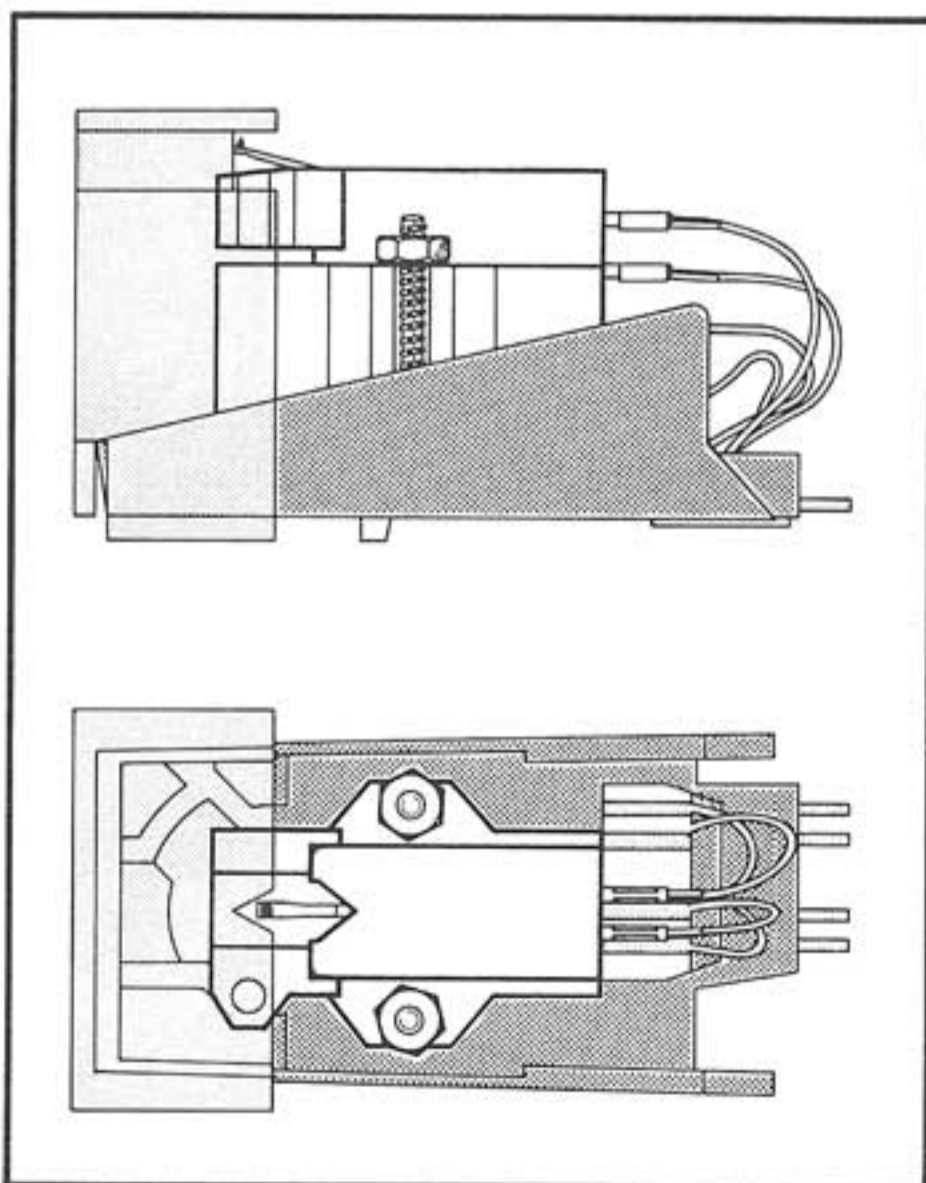

Fig. 12
2. Fixez la cellule sur son support en vous servant des accessoires et du gabarit joints à la tête de lecture TK 14 et à la cellule. Il faut veiller à ce que la cellule soit montée à l'emplacement géométrique correct dans son support (fig. 12).